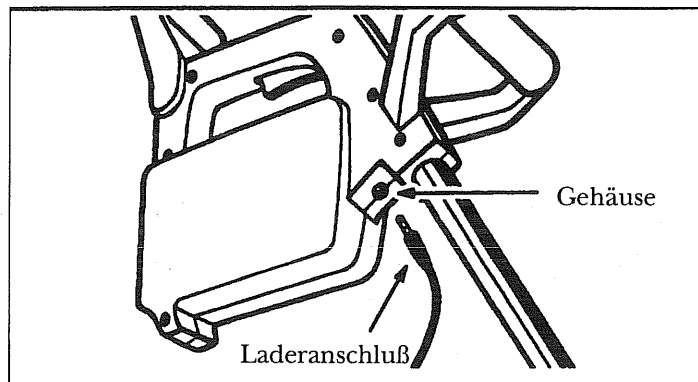

Abb. 4
1. Schließen Sie den Laderanschluß am Gehäuse im oberen Teil des Gerätes an. Abb. 4.
2. Vergewissern Sie sich, daß das Gehäuse frei von jeglicher Verstopfung ist. Abb. 4.